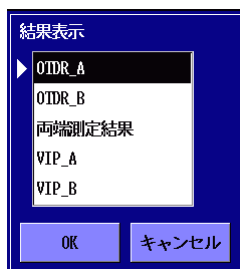

図 7.3.9-3 結果表示ダイアログボックス
1. ソフトキーの[試験開始]をタッチするか、**Start**を押すと、「図 7.3.9-1 試験/結果画面」が表示されます。